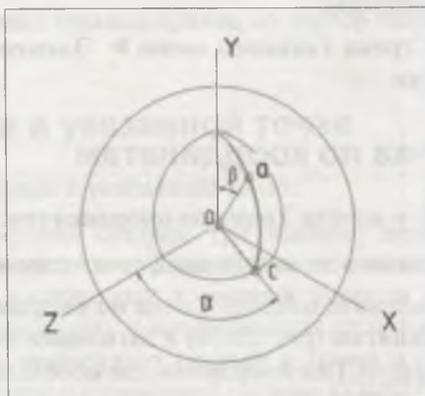

Рис. 20.18. Построение точки
-  — **Сферическая**. Начало сферической системы координат R, A, B совпадает с началом координат точки (рис. 20.18). Значение координаты A определяет азимутальный угол (альфа). Он отсчитывается в плоскости XY от оси X против часовой стрелки. В плоскости XY проводится луч AC под азимутальным углом к оси X . Значение координаты B определяет зенитный угол (бета). Он отсчитывается от оси Z в плоскости, которая проходит через ось Z и луч OC . Значение координаты R определяет расстояние от точки до начала координат;